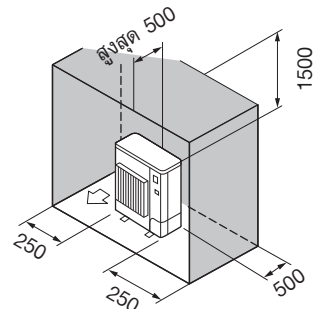

Fig. 2-11
- ⑥ มีสิ่งกีดขวางที่ด้านหลัง ด้านข้าง และด้านบนเท่านั้น (Fig. 2-11)